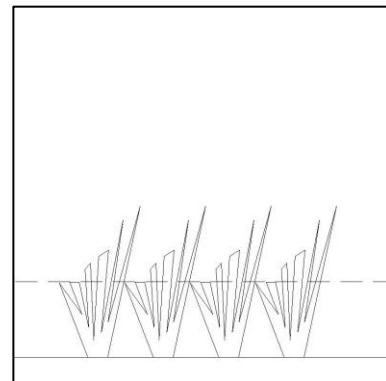

Fig. 2
- If not controlled the consequences would be an uneven cut quality (Fig. 2).
- As dit nie beheer word nie is die gevolge 'n oneweredige snitgehalte (Fig. 2).